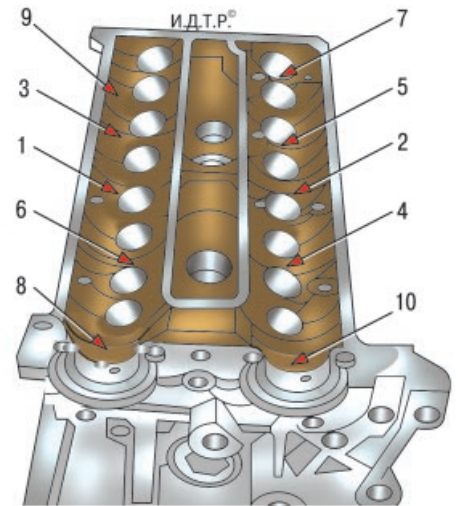

Рис. 5.27. Порядок затяжки болтов крепления головки блока цилиндров двигателя Duratec Ti-VCT объемом 1,6 л
- затягивайте болты на холодном двигателе в порядке, показанном на рис. 5.27, в три этапа: